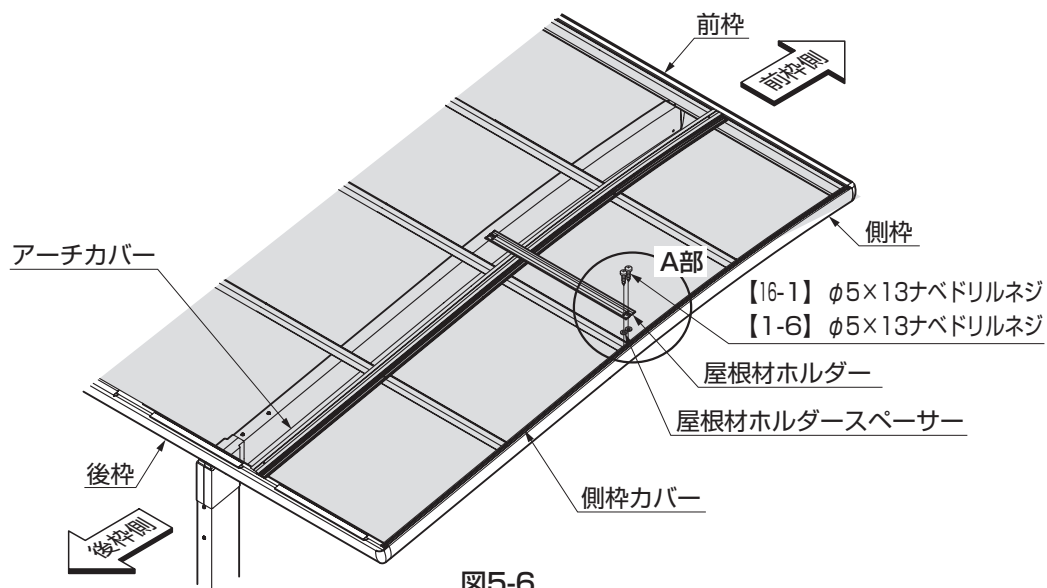

図5-6
①屋根材ホルダーを後枠側から数えて2本目の母屋の真上の位置に【1-6】、【16-1】で取付けてください。(図5-6参照)